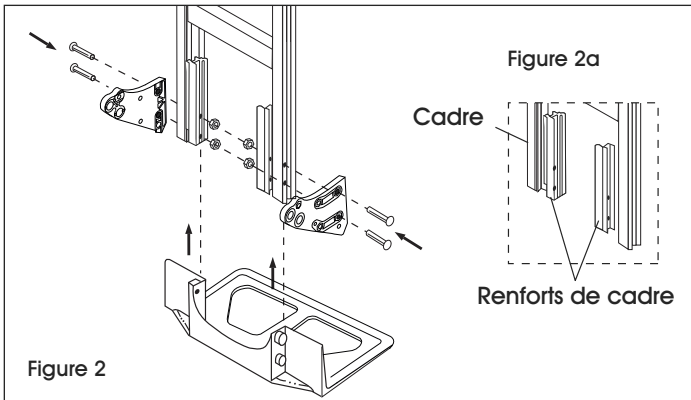

Figure 2
1. Positionnez les renforts de cadre contre les glissières à l'extrémité inférieure du cadre. (Voir Figure 2a) Glissez la bavette dans la cannelure des renforts de cadre en gardant les trous de boulon alignés. (Voir Figure 2)
2. Alignez chaque support d'essieu avec la glissière extérieure du cadre. (Voir Figure 2)
3. Insérez quatre boulons de 8 mm à travers les supports d'essieu, le cadre, les renforts de cadre et la bavette. Fixez avec les écrous freinés, mais NE serrez PAS. (Voir Figure 2)